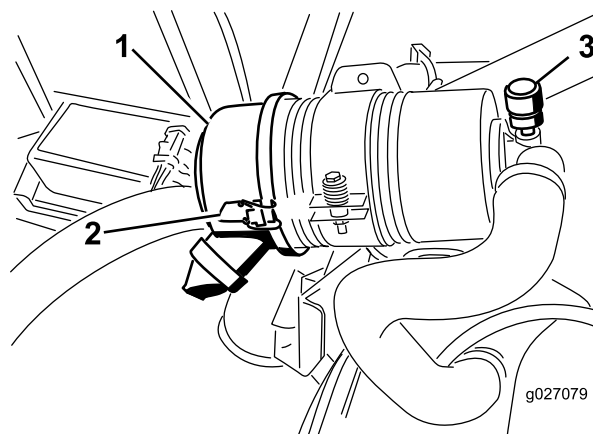

Рисунок 55
Обслуживание фильтра воздухоочистителя следует производить только тогда, когда этого требует индикатор необходимости обслуживания (Рисунок 55). Более частая замена воздушного фильтра (без необходимости) ведет лишь к повышению вероятности попадания грязи в двигатель при снятии фильтра.
1. Отпустите защелки, фиксирующие крышку воздухоочистителя на его корпусе (Рисунок 55).